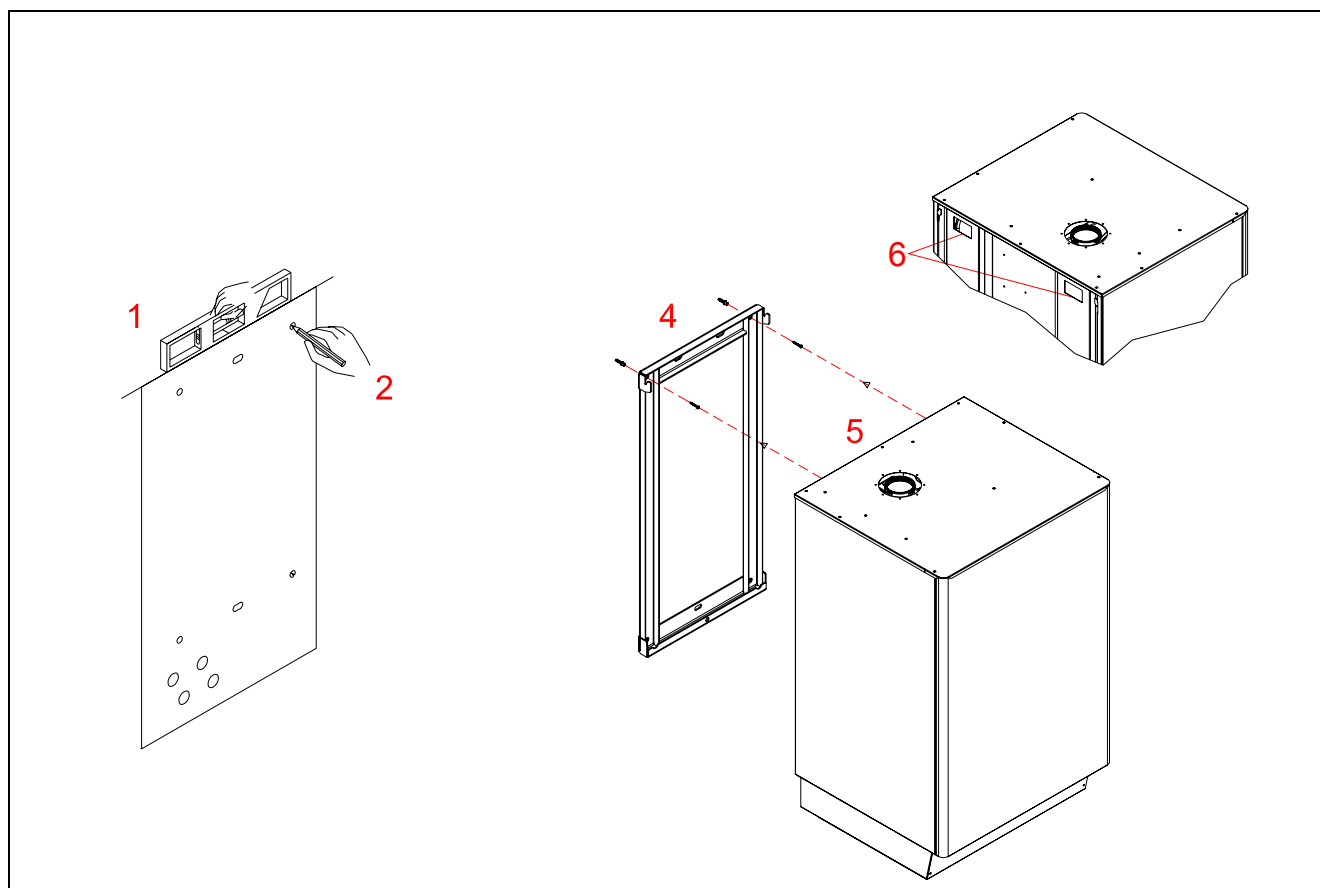

Figura 10 – INSTALLAZIONE DELLA CALDAIA
- 1) Con l'aiuto di una livella a bolla d'aria, fissare la dima di montaggio alla parete dove si intende installare la caldaia e segnare i punti per inserire le viti a tassello \varnothing 10 e i punti dei raccordi andata e ritorno dell'impianto (Figura 10 particolari 1 e 2).
- 2) Realizzare i fori e procedere al fissaggio del telaio a muro (Figura 10 particolare 4).
- 3) Agganciare la caldaia utilizzando le asole sul telaio (Figura 10 particolari 5 e 6). Assicurarsi che la caldaia sia stabilmente fissata alla parete e procedere con i collegamenti idraulici ed elettrici.